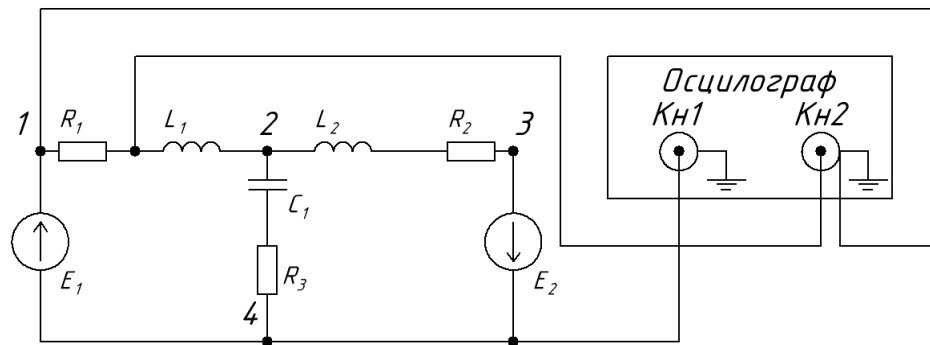

Рис.3.3 – Схема вимірювання фазового зсуву між U_{R_1} і $(-E_1)$.
4.6.1. Для вимірювання зсуву фаз між U_{R_1} і E_1 , вузол 1 з'єднати із загальним виводом кабелю осцилографа (рис. 3.3). При цьому фактично вимірюється зсув фаз між U_{R_1} і $(-E_1)$. Фазовий зсув розрахувати за результатами вимірювань часового зсуву між сигналами (див. лабораторну роботу № 2, п. 4.6).